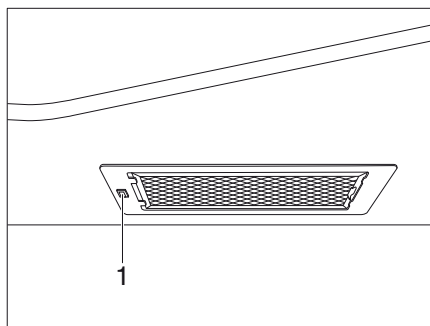

Bild 327 Spisfläkt
- Koppla till och från spisfläkten med brytaren (Bild 327,1).